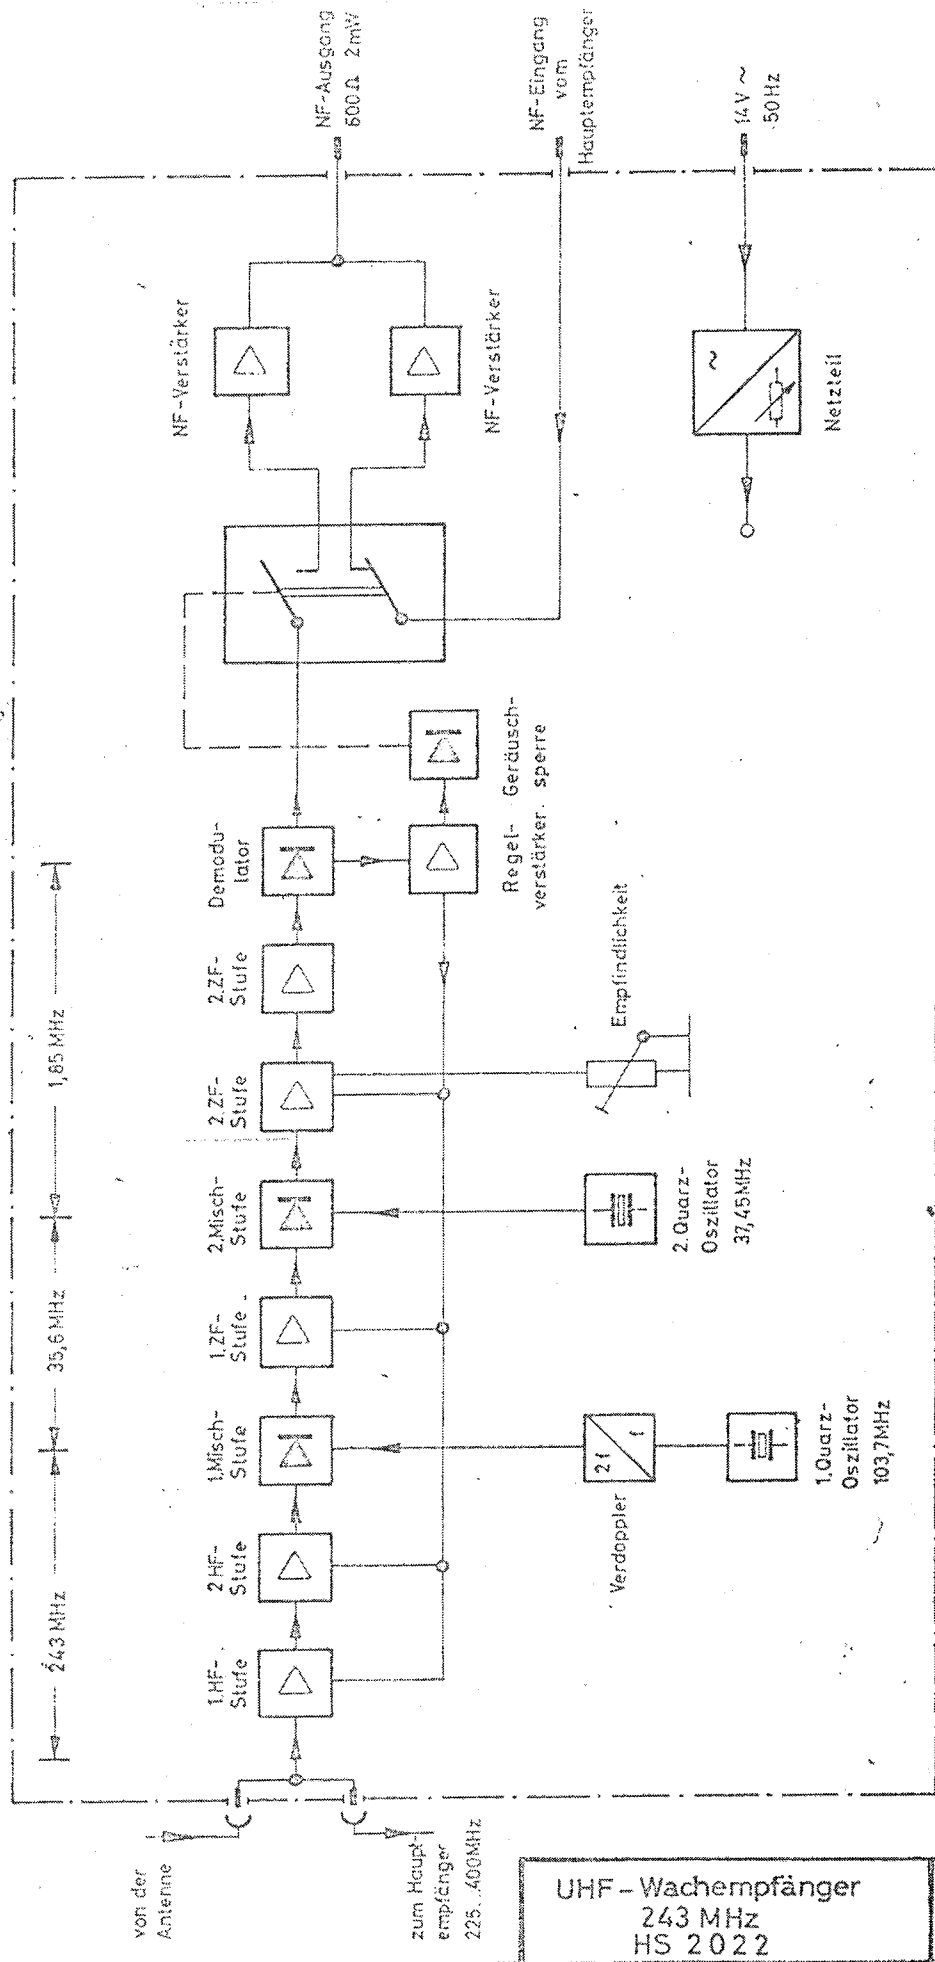

Abb. 14
4. Wachempfänger HS 2022 (hierzu Blockschaltbild Abb.14, Bl.31)